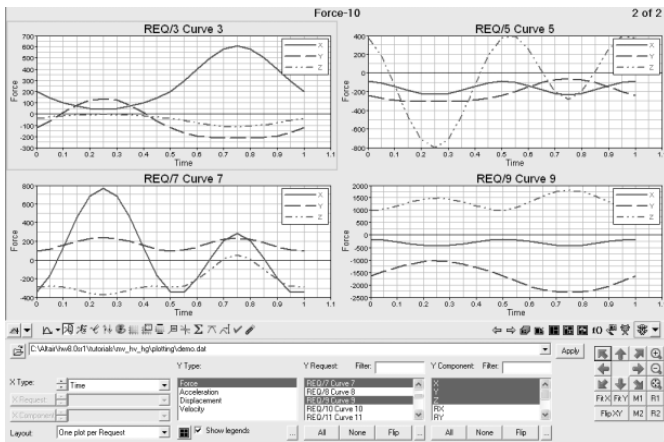

图 13-81 多个窗口同时创建多条曲线
- (1) 确认 X type 栏中选择为 Time。
- (2) 在 Y type 栏中选择 Force。
- (3) 在 Y Request 栏中仍选择 REQ/3、REQ/5、REQ/7 和 REQ/9。
- (4) 在 Y Component 栏中按住〈Ctrl〉键并同时选择 X、Y 和 Z。
- (5) 或者首先选择 X，然后按住〈Shift〉键选择 Z，此时处于 X 和 Z 之间的数据全部选中
- (6) 或者通过鼠标拖动选中 X、Y 和 Z。
- (7) 在 Layout 栏中选择 One plot per Request。
- (8) 此选项用来控制为每个选中的 Y request 分别创建一个窗口并在窗口中绘图。每个窗口中将创建所选择的 Y components 的所有曲线。窗口名为 Y Request 名称，曲线名为 Y Component。
- (9) 单击 Page Layout (■) 按钮，选择一个页面 4 个窗口布局形式。
- (10) 单击 Apply 按钮创建窗口和曲线，如图 13-81 所示。